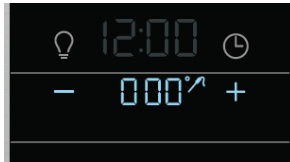

Figure 21 : Sonde insérée et prête pour le réglage de la température
3. Lorsque la sonde est insérée, un signal sonore retentit et l'icône de la sonde apparaît (Voir Figure 21). Fermez la porte du four.